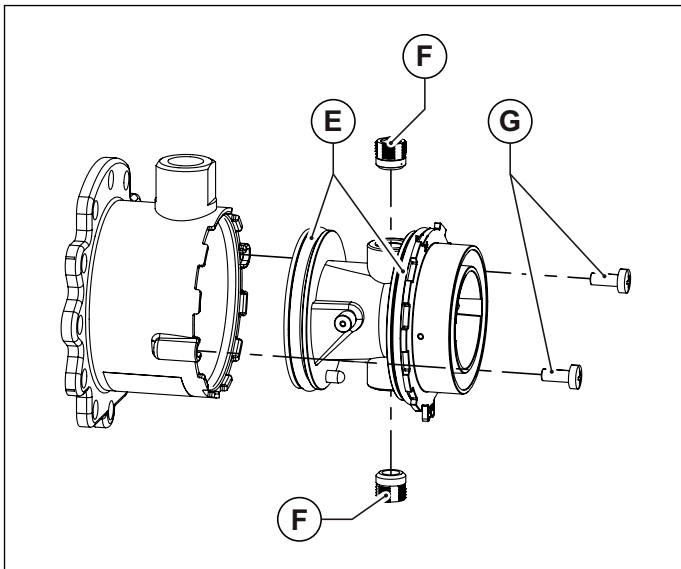
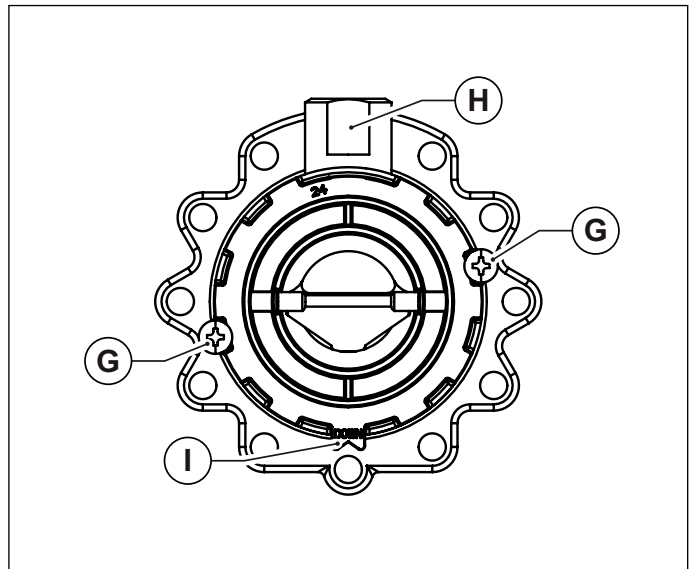

Рис. 28 Пластмасовий корпус змішувача
Рис. 29 Розташування для монтажу
- Відкрутіть два гвинта та вийміть пластиковий корпус змішувального вузла (дивись Рис. 28 Пластмасовий корпус змішувача).
- Використовуючи шостигранний ключ, викрутіть дві форсунки діаметром 6 мм (дивись Рис. 28 Пластмасовий корпус змішувача).
- Вставити пласмасовий корпус (трубку Вентурі) в вузол підмісу та зафіксувати його гвинтами, слідкуючи за тим щоб не пошкодити ущільнення які розташовані по краям пласмасового корпусу (див. Рис. 28 Пластмасовий корпус змішувача) правильно обрати монтажне положення (див. Рис. 29 Розташування для монтажу).
- Закріпіть вузол підмісу на вентиляторі за допомогою болтів з циліндричною головкою під шостикутник, не забуваючи встановити між ними кілцеве ущільнення (див. Рис. 28 Пластмасовий корпус змішувача).